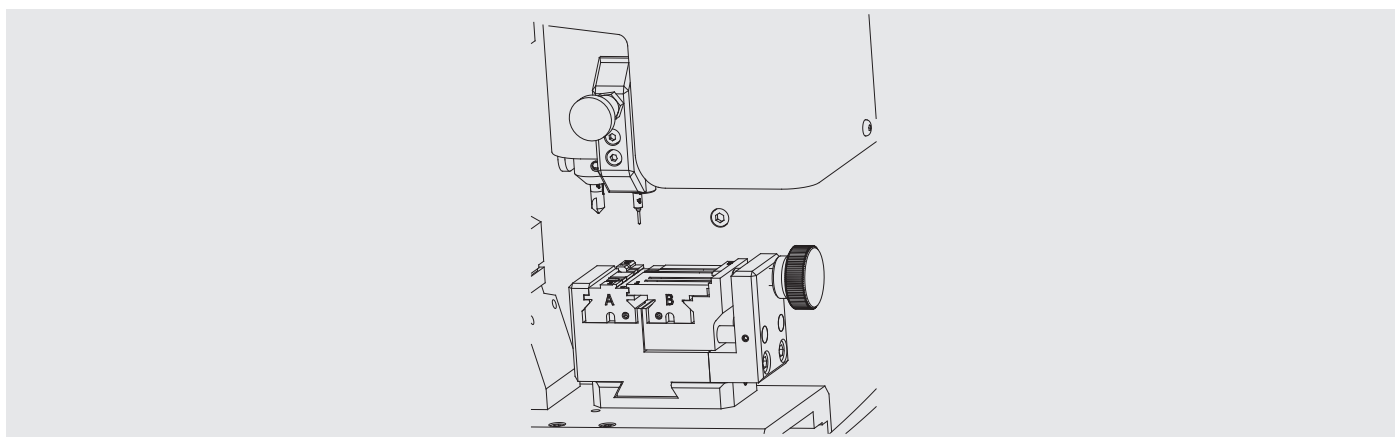

Fig.26
- 1) Sacar la palanca (T8) y dejarla bajar hasta su posición. (ver Fig.26)
- 1) Pull out lever (T8) and lower it into position. (see Fig. 26)